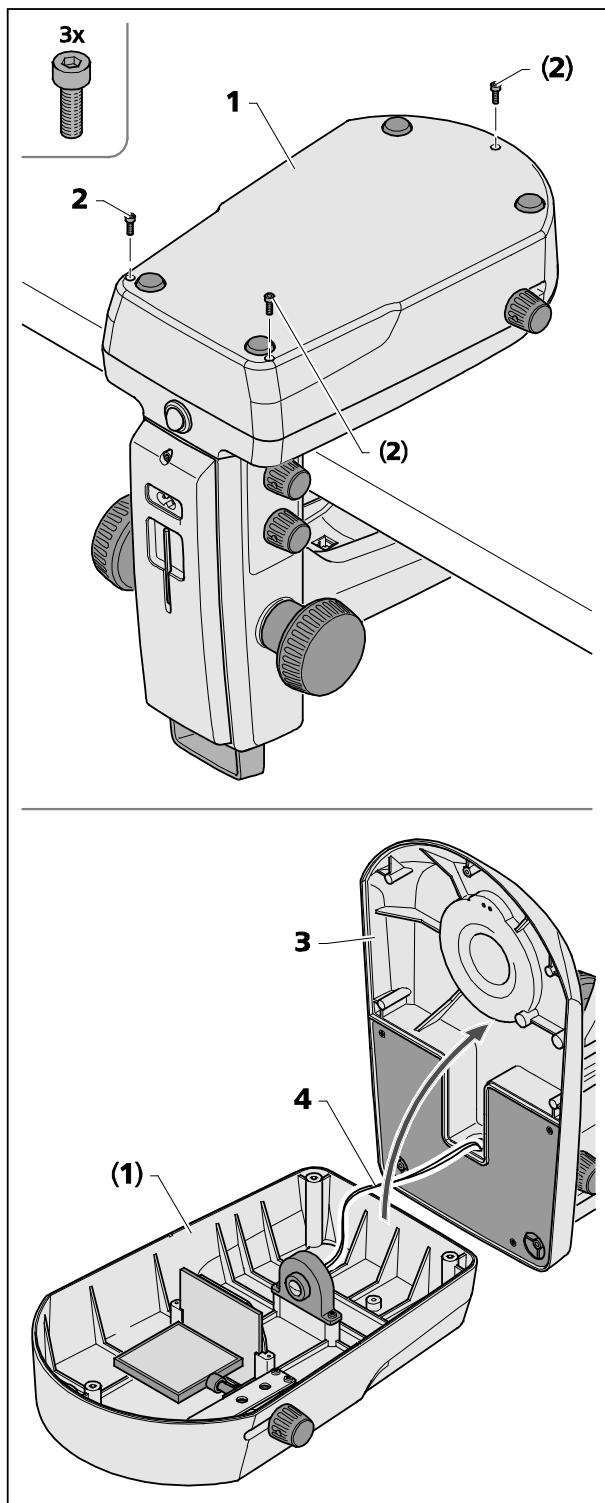

图 29 打开 K LAB 镜臂的盖板
在清洁和移除意外掉落的异物时，可以将透射光垫盘(图 29/1)从镜臂盖板(图 29/3)上取下。
- 用内六角扳手 SW 2.5 将镜臂盖板(图 29/1)上的三个螺丝(图 29/2)取下，并放置一旁。
- 小心地将镜臂盖板(图 29/3)从透射光垫盘(图 29/1)上取下，并将镜臂放置一旁。
要注意不要让电线(图 29/4)和透射光垫盘(图 29/1)分离。